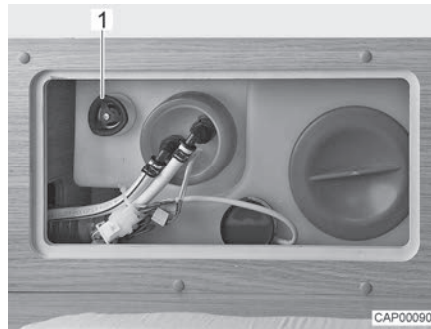

Bild 142 Wassertank mit Drehgriff
- Auf dem Wassertank den Drehgriff (Bild 142,1) entgegen dem Uhrzeigersinn über den Widerstand hinaus bis zum Anschlag drehen, um die Ablauföffnung vollständig zu öffnen.